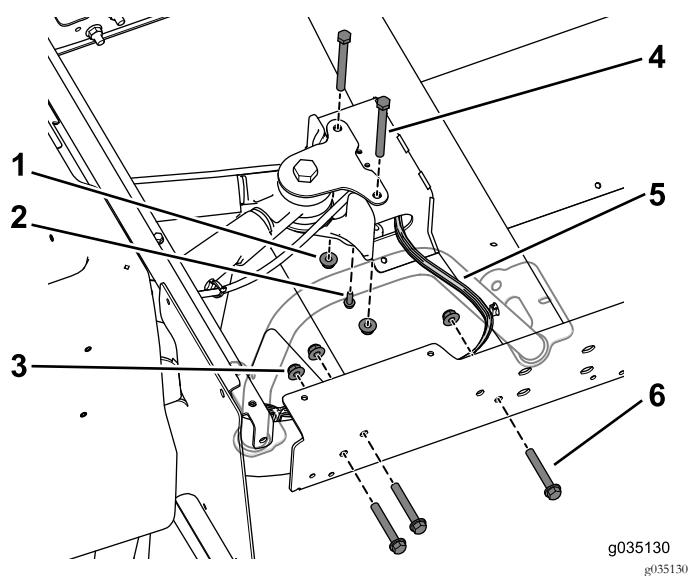

Bild 77
8. Befestigen Sie die Verlängerungsschiene mit den drei Schrauben (3/8" x 2 1/2") und Bundmuttern lose am Hinterrahmen (Bild 77). Führen Sie dies an beiden Seiten der Maschine aus.
**Hinweis:** Stellen Sie sicher, dass der Kabelbaum an der rechten Seite des mittleren Kanals austritt (Bild 77).
- Befestigen Sie das T-Anschlussstück des Bremszugs mit der Blechschraube (1/4" x 3/4") am mittleren Kanal (Bild 77).
- Befestigen Sie den mittleren Kanal mit den zwei Schrauben (3/8" x 3 3/4") und den Bundmuttern lose an der hinteren Befestigung (Bild 77).